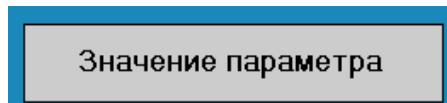

Рис. 3.4
3.4.2.3. Створити ГЕ **Текст** для статичного тексту з написом **Значення параметра** (рис. 3.4).